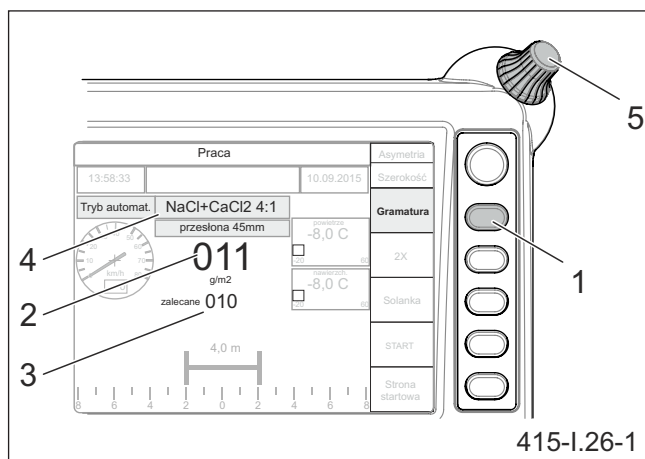

Рисунок 5.25 Корректировка в автоматическом режиме (опция)
- кнопкой (1) обозначить поле (С) и затем кнопкой (2) «Изменение» выбрать (С) материал для разбрасывания, который актуально находится в бункере (нельзя выбрать автоматический режим для материала «Песок»).
На рабочей странице «Работа» в меню пульта управления (рисунок 5.25) оператор имеет возможность откорректировать дозу для конкретного автоматического режима, выбрав при помощи кнопки (1) функцию «Грамматура». Корректировка осуществляется рукояткой (5). На дисплее ниже заданной оператором плотности разбрасывания (2) высвечивается рекомендованная плотность (3) для конкретного режима Т1, Т2 или Т3.